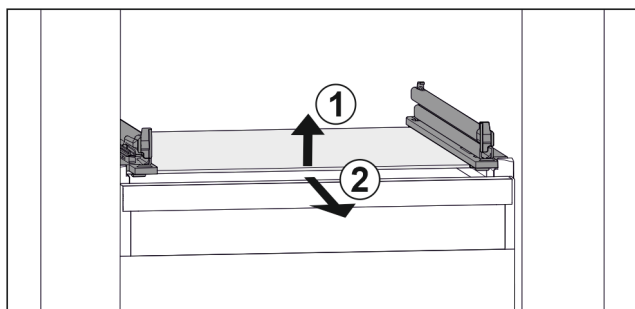

Fig. 108 Rappresentazione esemplificativa del ripiano in vetro
- Sollevare il ripiano in vetro dal davanti. Fig. 108 (1)
- Rimuovere il ripiano in vetro tirando in avanti. Fig. 108 (2)